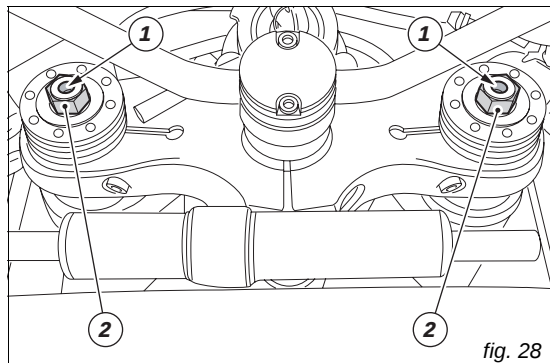
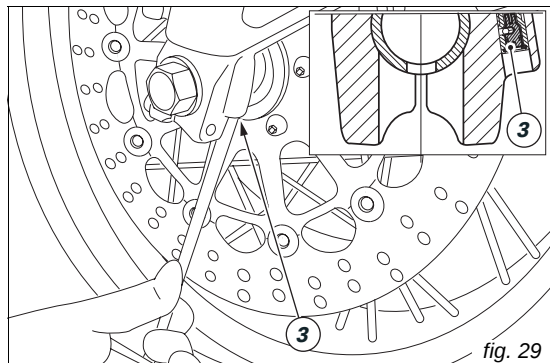

fig. 28
fig. 29
Eléments de réglage fourche avant (fig. 28 et fig. 29)
- 1) pour modifier le frein hydraulique en extension (fig. 28) ;
- 2) pour modifier la précontrainte des ressorts intérieurs (fig. 28) ;
- 3) pour modifier le frein hydraulique en compression (fig. 29).